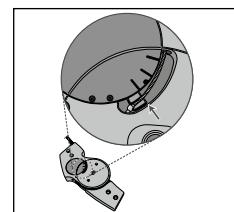

Fig. 5
3. När täckplattan har avlägsnats kontrollerar du om den övre sidan av spakarmen (som håller fast satellitkabeln) är parallell med den nedre av de tre markeringarna på funktionsenheten (**se fig. 5**).
12. Kontrollera på nytt att hävstångsarmens läge (**läge 3**) är korrekt i ledens funktionsenhet (**se fig. 5**).